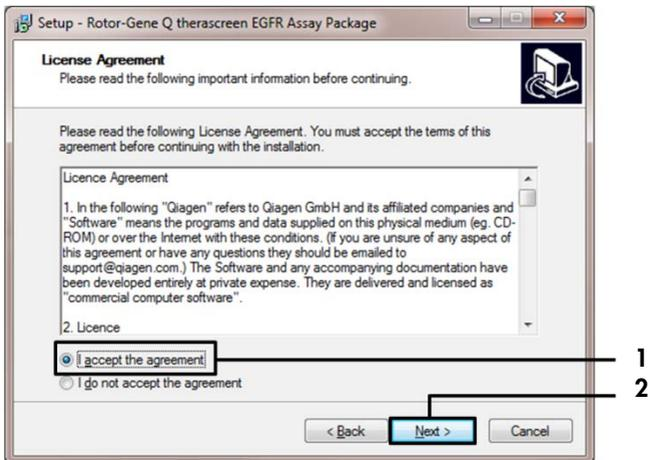

Abbildung 42. Das Dialogfeld „License Agreement“ (Lizenzvereinbarung). 1 = „I accept the agreement“ (Ich stimme der Vereinbarung zu), 2 = „Next“ (Weiter).
7. Lesen Sie die Lizenzvereinbarung und wählen Sie I accept the agreement (Ich stimme der Vereinbarung zu) aus. Klicken Sie auf Next (Weiter), um fortzufahren (Abbildung 42). Die Einrichtung wird automatisch gestartet.